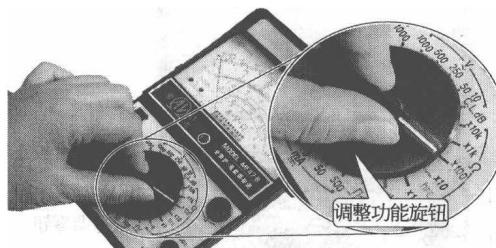

图 1-2 调整万用表的功能旋钮
① 选择挡位 将万用表的功能旋钮调整至电阻挡，如图 1-2 所示。